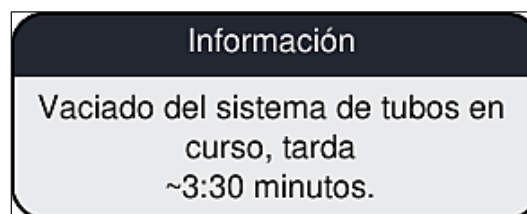

Fig. 107
6. En la pantalla aparece un mensaje de información (→ Fig. 107) que informa al usuario sobre la duración. Este mensaje desaparece una vez completado el bombeo de aire.